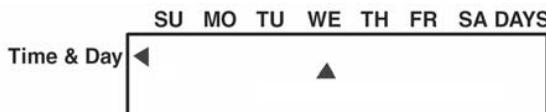

fig. 12
- 2) desplácelo con las teclas ↓↑ hasta mostrar la fecha actual (fig. 12)